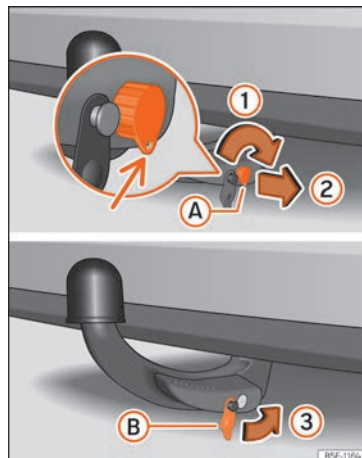

Abb. 173 Anhängerkupplung anbringen Schritt 2
- Drehen Sie den Schlüssel nur eine halbe Umdrehung nach rechts, bis sich das Loch des Schlüssels unten befindet »» **Abb. 173** **1**.
- Setzen Sie die Abdeckung **B** auf das Schloss **3** »» **Abb. 173** »» **1**.